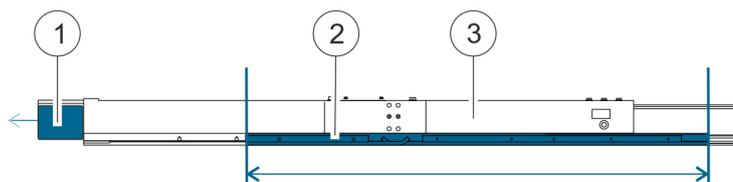

Abb. 7: TracFeed® OSS Dilatation ausziehen
3. ➔ Arm (Abb. 7/1) der TracFeed® OSS Dilatation (Abb. 7/3) von Hand auf das ermittelte Einstellmaß (Abb. 7/2) ausziehen.